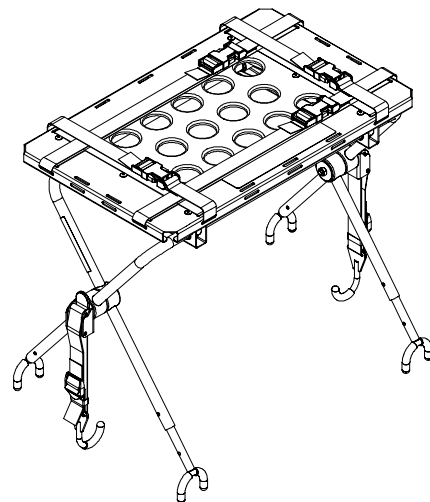

Figura 25 – Aprire le gambe della piattaforma per defibrillatore
2. Aprire ed espandere le gambe della piattaforma (Figura 25).